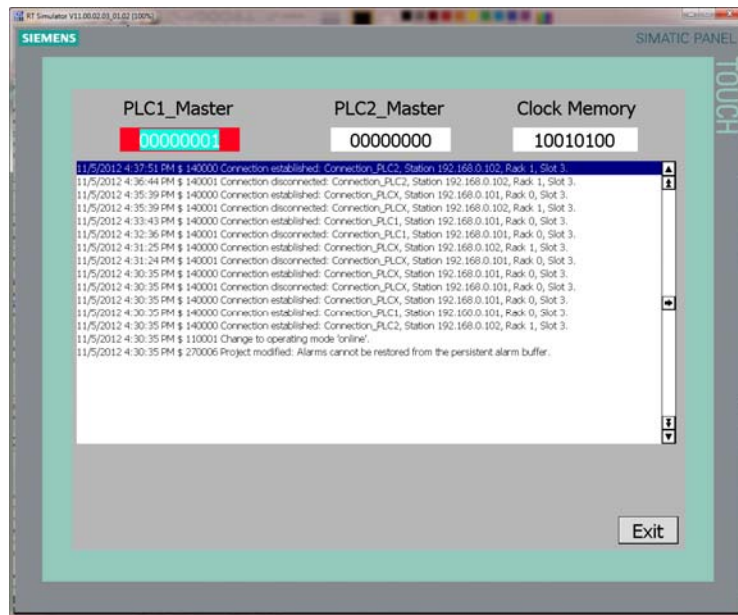

图 17
(E) 手动运行 PLC_2，变量 PLC1_Master 仍为 1，变量 PLC2_Master 变为 0，均不会触发系统函数 ChangeConnection，连接 Connection_PLCX 依然指向 PLC1，如图 17 所示。